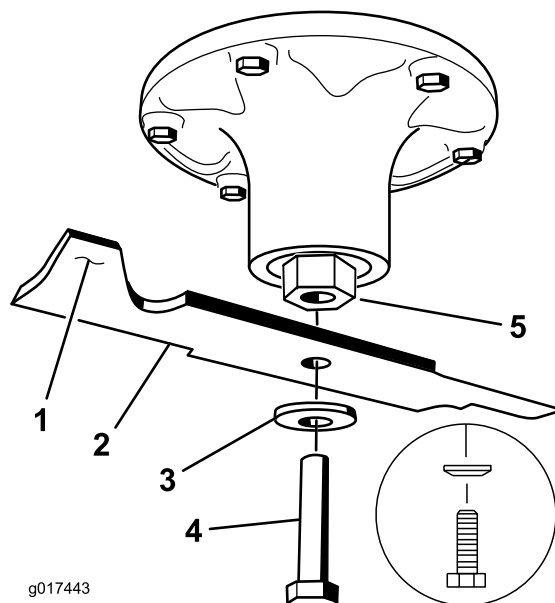

Figure 81
2. Enlevez de l'axe, le boulon, la rondelle bombée et la lame (Figure 81).
1. Placez la lame sur l'axe (Figure 81).
2. Montez la rondelle bombée et le boulon de la lame (Figure 81).